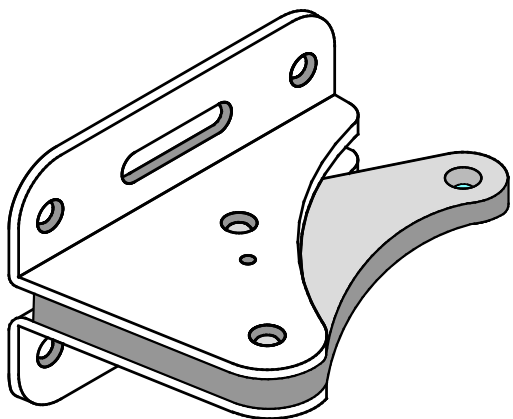

FIGURE 1
- 1.1 Assembler l'attache arrière suivant la figure 1. (Montage pour installation gauche) et serrer les boulons manuellement.